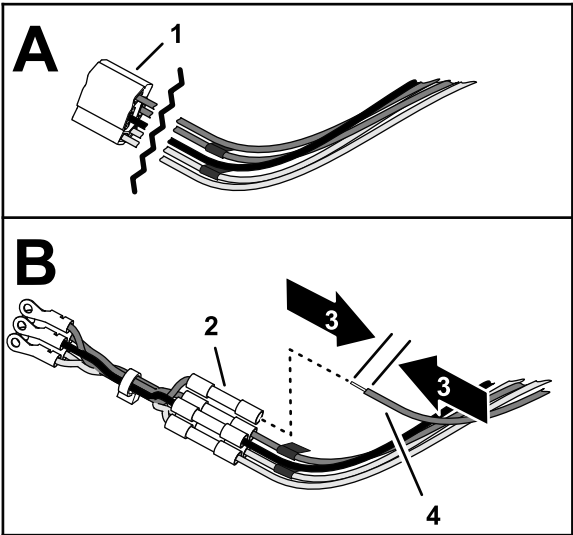

Figure 3
- 1. Sur le connecteur à 5 douilles de commande de PDF, coupez les fils tout près du connecteur (Figure 3).
3. Associez la couleur de la gaine des fils que vous avez dénudés à l'opération 2 et celle des fils de l'adaptateur de faisceau (Figure 3).
4. Insérez le fil dans le connecteur à épissure bout à bout et sertissez le connecteur (Figure 3).
6. Répétez les opérations 3 à 5 pour les fils restants des circuits de la commande de PDF (Figure 3).